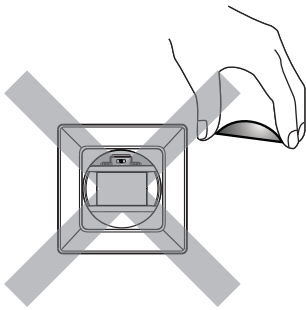

FIG.20
**Nota:** no quite el interruptor deslizante (Ver FIG.20).